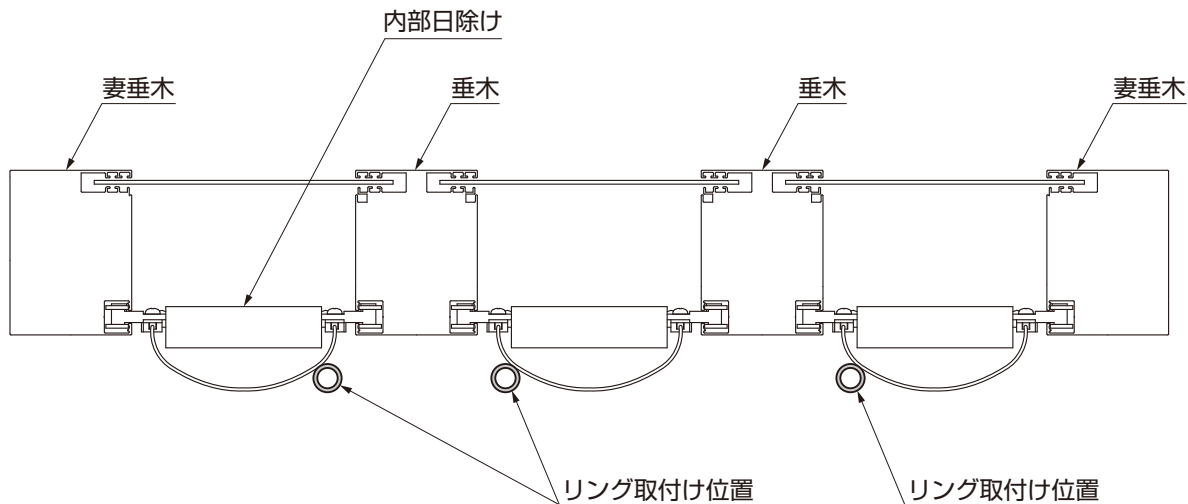

図3-1
- ①内部日除けを垂木、妻垂木の間に取付けてください。(図3-1参照)
- ②図3-1の位置にリングを取付けてください。